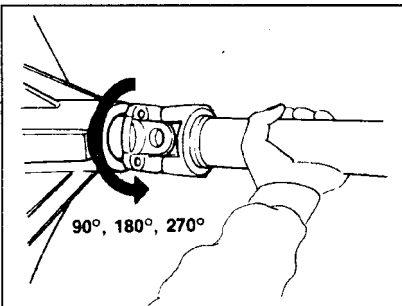

Рис. 7-40.
3. Если биение выше нормы — отсоедините карданный вал от фланца ведущей шестерни и подсоедините его обратно после поворота фланца на 90, 180 или 270 градусов (рис. 7-40).